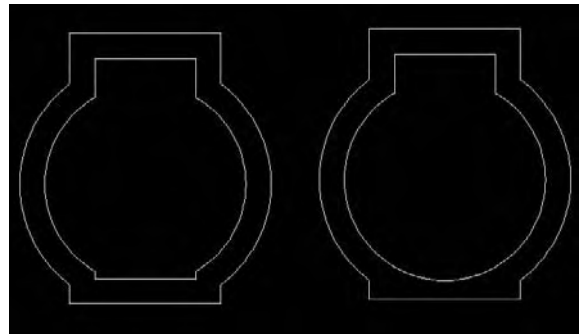

Fig.16.3
- 7 Transformez l'ensemble en une polyligne (fig.16.3).